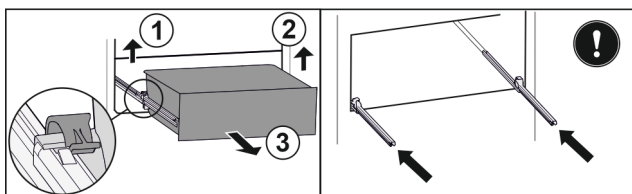

Fig. 89
- ▶ Podnieść lewy zacisk i wysunąć jednocześnie szufladę po lewej do przodu. Fig. 89 (1)
- ▶ Podnieść prawy zacisk i wysunąć jednocześnie szufladę po prawej do przodu. Fig. 89 (2)
- ▶ Wyjąć szufladę do przodu. Fig. 89 (3)